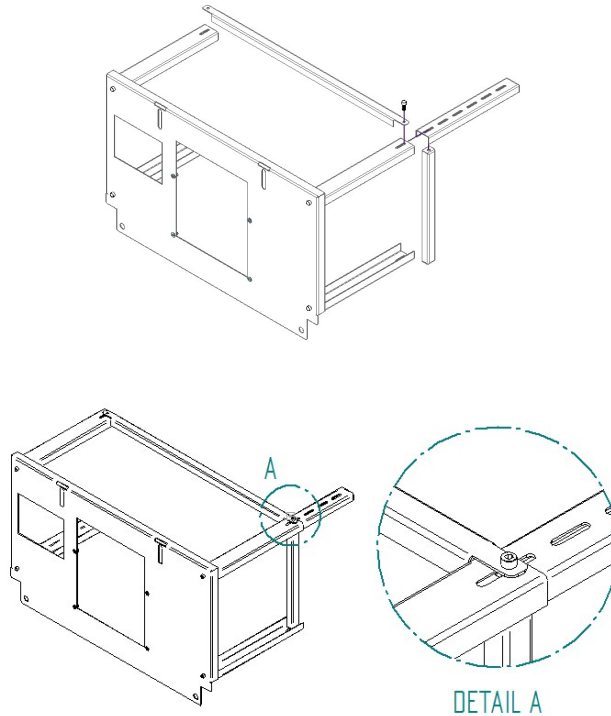

Figure 3 - Montage de la table auxiliaire
2. Placez l'un des verrouillages courts depuis l'intérieur de l'une des extensions de jambe et insérez-le entre les deux extensions de jambe d'un côté, comme on peut le voir sur l'image ci-dessous. Placez l'un des longs verrous depuis l'extérieur et fixez l'ensemble avec une vis DIN 912 M8x20mm. Ne serrez pas la vis trop fort, afin de faciliter le montage du reste de l'assemblage. Les rallonges de pieds ont 5 trous, vous devez sélectionner celui à appliquer, ainsi que la hauteur totale de la table, comme indiqué sur la Figure 3.